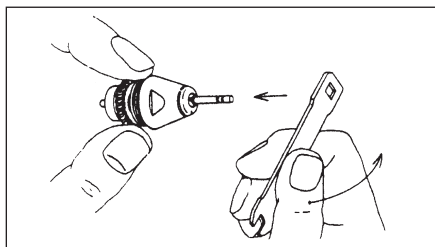

Fig.11
- 2) Afferrare il rotore con due dita come mostrato dalla Fig. 11.